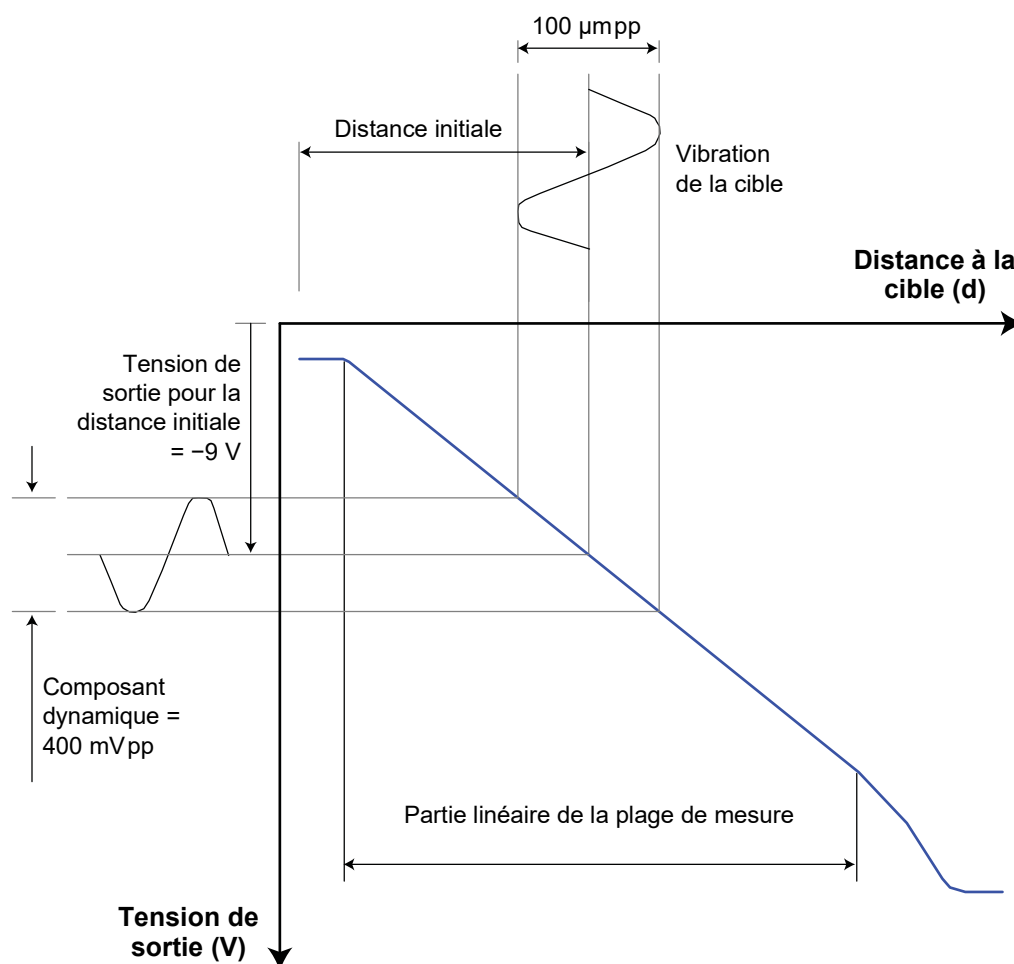

Figure 6-2 : Exemple présentant la tension fournie par la chaîne de mesure de proximité en fonction de la distance cible (d)
En supposant que la distance initiale soit réglée mécaniquement dans la partie linéaire de la plage de mesure (voir 6.1 Mesure et réglage mécanique de la distance initiale), la tension de sortie du système de mesure de proximité est normalement autour de -9 V . La Figure 6-2 montre qu'à mesure de la variation de la distance entre la cible et le capteur :
- $Tension\ (V) = -3,2\ (V/mA) \times \text{courant (valeur en mA)} + 48\text{ V}$
- 7- Tracez une courbe des caractéristiques tension-distance (prenez exemple sur la Figure 6-2).
- 5- Tracez une courbe des caractéristiques tension-distance (prenez exemple sur la Figure 6-2).